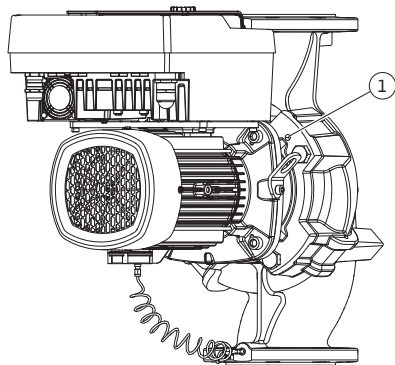
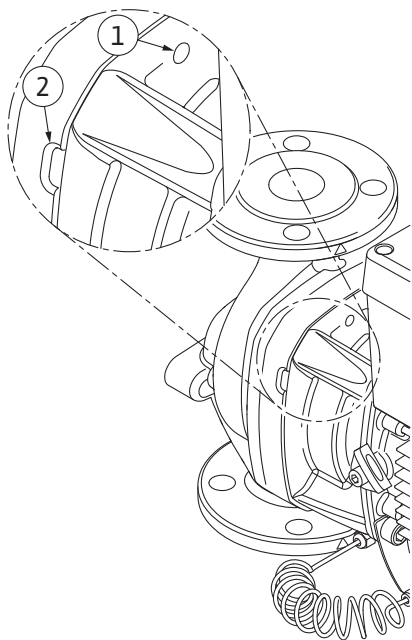

Fig. 104: Odtlačenie nástrčného bloku cez závitové otvory
Fig. 105: Závrtové otvory a drážky na od-tlačenie nástrčného bloku od telesa čerpadla
12. Pre typ čerpadla (Fig. III, IV) uvoľnite skrutky pol. 29. Použite dva vedľa umiestnené závitové otvory (Fig. 104, pol. 1) a použite vhodné skrutky pripravené na mieste inštalácie (napr. M10 x 25 mm). Odtlačte zmontovanú jednotku z telesa čerpadla. Pre typ čerpadla (Fig. I a Fig. II) použite dva závitové otvory M10 (pozrite si Fig. 105) a použite vhodné skrutky pripravené na mieste inštalácie (napr. M10 x 20 mm). Na odtlačenie môžete použiť aj drážky (Fig. 105, pol. 2). Na to použite napr. dva skrutkovače a použite ich ako páky. Po cca 15 mm posúvaní pri odtlačaní nástrčný blok už nebude vedený cez teleso čerpadla.